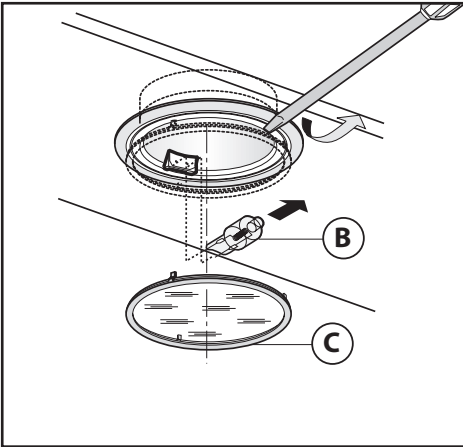

Fig.18
• **Austausch der Halogenlampen (Abb.18):**